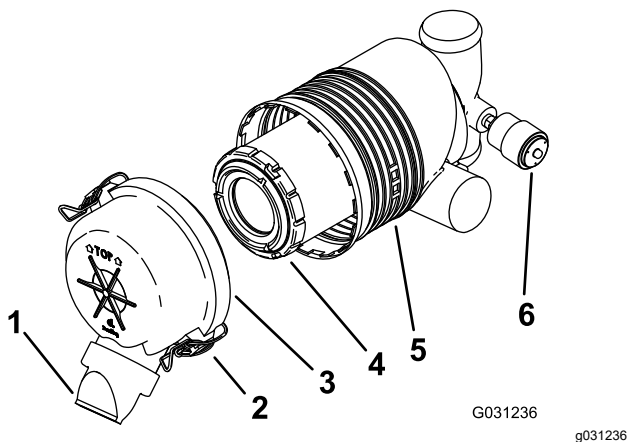

Bild 30
Wichtig: Tauschen Sie den Luftfilter nur aus, wenn die Wartungsanzeige rot ist (**Bild 30**). Das frühzeitige Auswechseln des Luftfilters erhöht nur die Gefahr, dass Schmutz in den Motor gelangt, wenn Sie den Filter entfernen.
5. Lösen Sie die Riegel am Luftfilter und ziehen Sie die Abdeckung vom Luftfiltergehäuse ab (**Bild 30**).
- Wenn die Wartungsanzeige durchsichtig ist, setzen Sie die Luftfilterabdeckung auf (die Staubkappe sollte nach unten zeigen) und befestigen Sie die Riegel (Bild 30).
- Schieben Sie den Filter vorsichtig aus dem Luftfiltergehäuse heraus (Bild 30).
- Setzen Sie den Filter vorsichtig ein (Bild 30).
- Setzen Sie die Luftfilterabdeckung auf (die Staubkappe sollte nach unten zeigen) und befestigen Sie die Riegel (Bild 30).